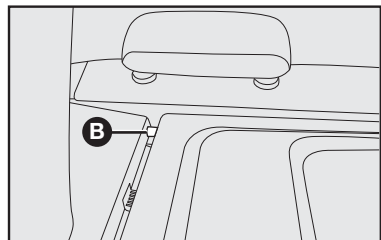

fig. 95
2) Destruar a cobertura do porta-malas dos pinos **B-fig. 95** e removê-la.